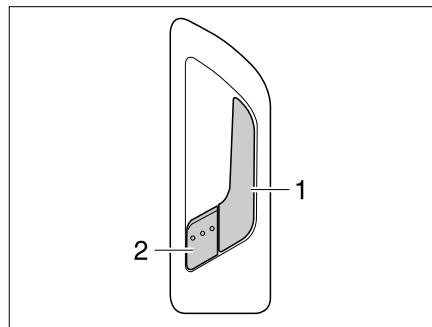

Fig. 47 Serrure de la porte cellule, à l'intérieur
- Tirer sur la poignée (Fig. 47,1). La serrure de la porte est déverrouillée. Le levier de sécurité (Fig. 47,2) ressort automatiquement.
- Appuyer sur le levier de sécurité (Fig. 47,2).